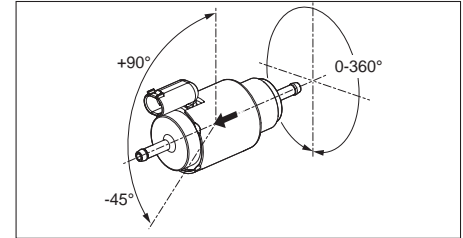

Fig. 13: Monteringsläge bränslepump DP42 och genomströmningsriktning
- ▶ Säkerställ korrekt monteringsläge. Se Fig. 13.